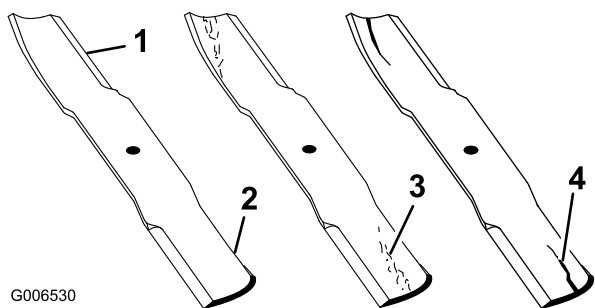

Figura 31
2. Examine cuidadosamente as extremidades da lâmina, prestando especial atenção à zona onde se encontram as partes curvas e planas da lâmina (Figura 31). Verifique o estado da lâmina antes da operação de corte, pois a areia e outros materiais abrasivos podem ter desgastado o metal que liga as partes curva e plana da lâmina. Se notar algum desgaste (Figura 31), substitua a lâmina; consulte Retirar a lâmina de corte.
Se a lâmina continuar a sofrer este tipo de desgaste irá formar-se uma ranhura entre a parte curva e a parte plana da lâmina (**Figura 31**). Eventualmente, pode soltar-se algum pedaço da lâmina e projectar-se, ferindo-o a si ou a qualquer pessoa próxima.